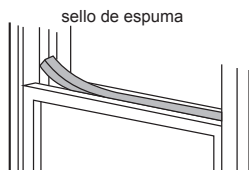

Fig. 11
5. Corte el sello de espuma para una longitud adecuada y selle el espacio entre la hoja de la ventana superior y la hoja de la ventana exterior. Como se muestra en la Fig. 11.